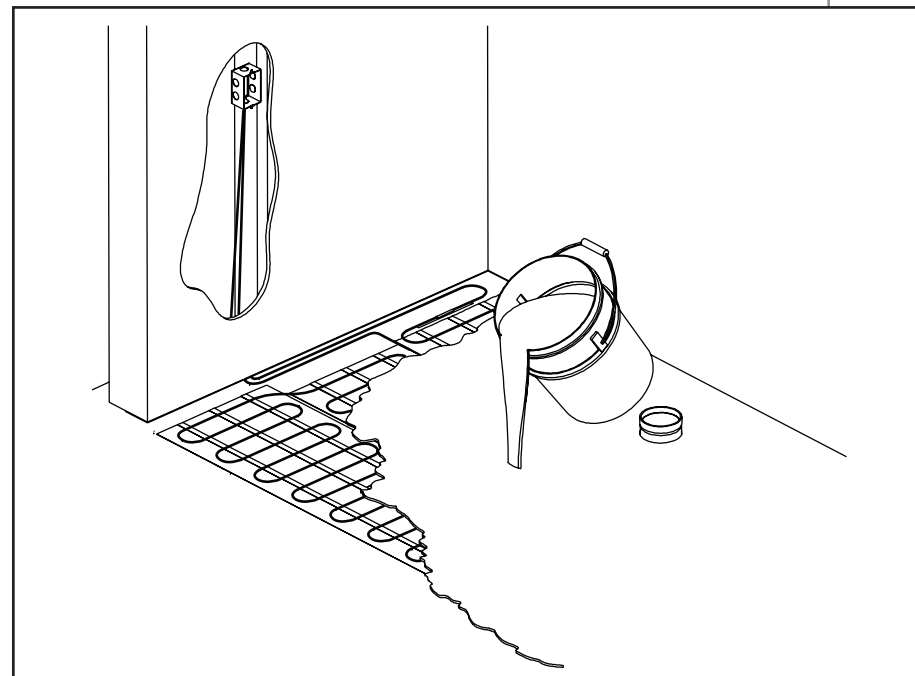

Figure 4.6
- Enrober complètement le système du câble chauffant dans le ciment autonivelant (figure 4.6). Il est primordial que TOUT le câble chauffant soit enrobé dans le ciment. Aucune partie du câble chauffant ne doit faire saillie;